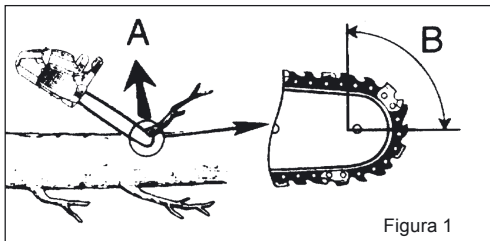

Figura 1
barra di guida che ha toccato un oggetto. Il contraccolpo si verifica quando la punta della barra di guida, il settore "a rischio" (B, figura 1) viene a contatto con un oggetto oppure se la motosega rimane incastrata durante il taglio
- Evitare di tagliare con la punta della lama (A, figura 1) o ad un'altezza superiore alle spalle. Durante l'operazione di taglio non inchinarsi troppo in avanti.